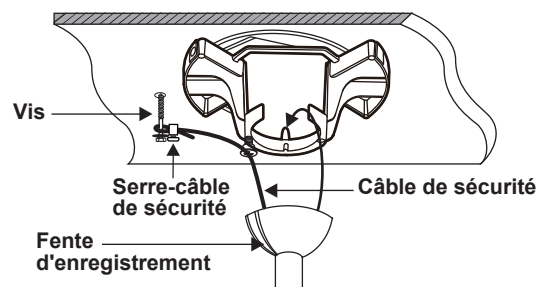

Figure 8
8. Soulevez maintenant l'assemblage du moteur en position et placez la boule de suspension dans le support de suspension. Tournez la tige de suspension jusqu'à ce que la « languette de contrôle » soit tombée dans la « fente d'enregistrement » et que la tige de suspension et le siège de l'assemblage de la tige de suspension et la boule soient fermement fixés. La tige de suspension et la boule ne devraient pas tourner si cela est fait correctement. (Fig. 8)
9. Un support de sécurité supplémentaire est fourni pour empêcher le ventilateur de tomber. Fixez le câble de sécurité à la solive de plafond à l'aide d'une vis et d'une rondelle. (Fig. 8)